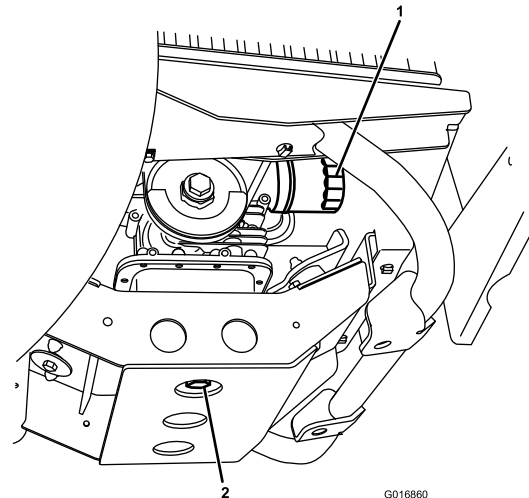

図 24
5. ドレンプラグ (図 24) を外してオイルを容器に受ける。
2. オイルフィルタ（図 24）を外す。